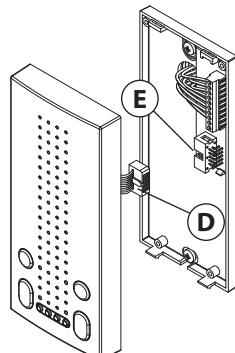

Fig. 4
4. Come mostrato in **Fig. 4**, utilizzando un giravite a punta piatta, collegare i fili alla morsettiera della scheda di connessione **C** come da schema di installazione fornito a corredo.